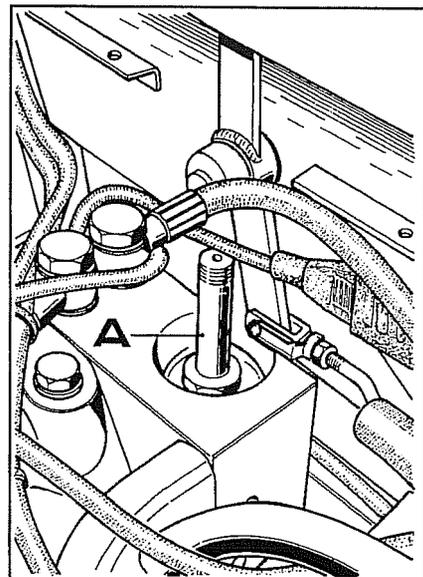

Fig. 13
2. Dévisser et enlever le solénoïde **A** (fig.13) du corps de l'électrovanne.